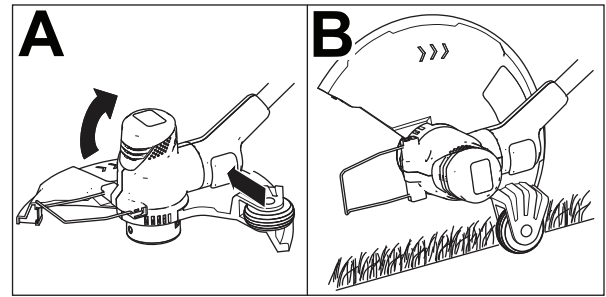

Bild 16
1. Drücken Sie die Drehtaste, drehen Sie den Kopf um 90° und stellen Sie sicher, dass er eingerastet ist (Bild 16).
2. Stellen Sie den Freischneider auf das Rad und beginnen Sie mit dem Kantenschneiden (B in Bild 16).